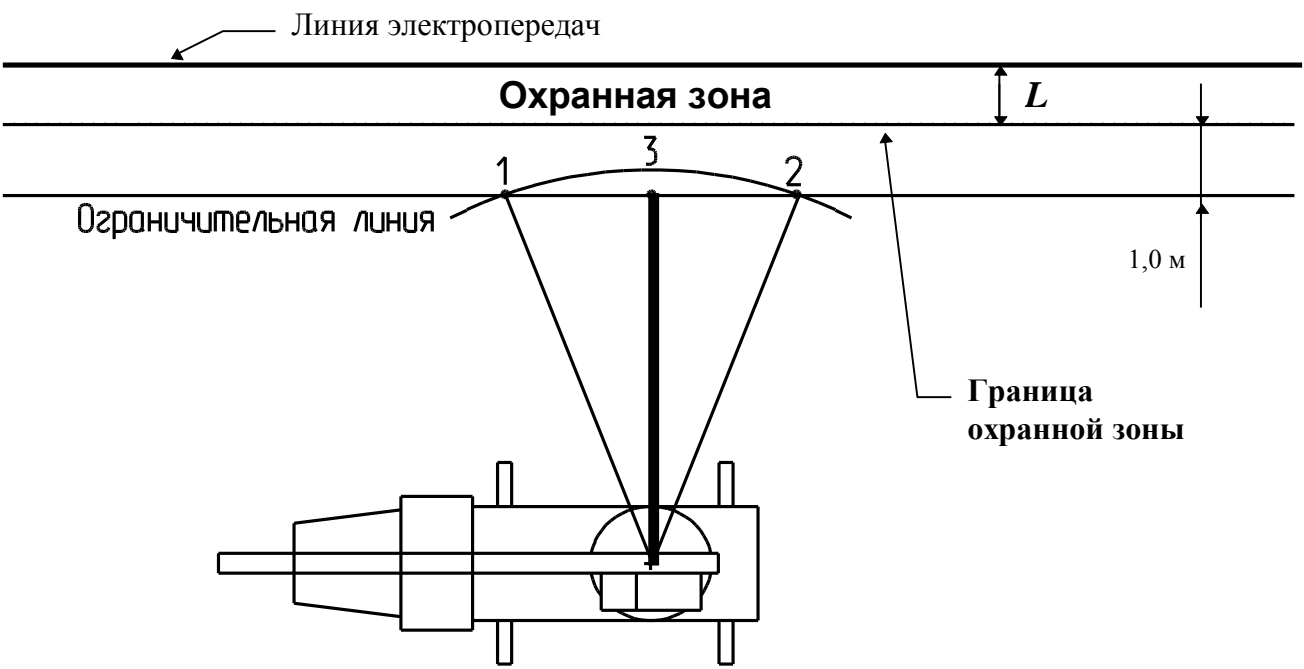

Рисунок 5 - Ввод ограничения "Стена"
3.3.5.1.1 Ввод ограничения типа "ЛЭП" ("Стена") вести в следующей последовательности (см. рисунок 5).